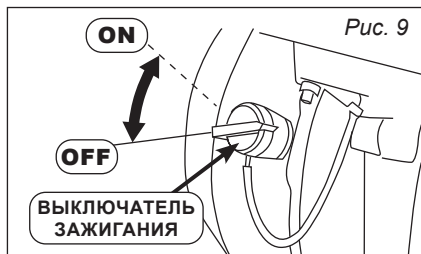

Рис. 9
3. Переведите выключатель в положение «ON» (рис. 9).
- Переведите выключатель в положение «OFF» (рис. 9).